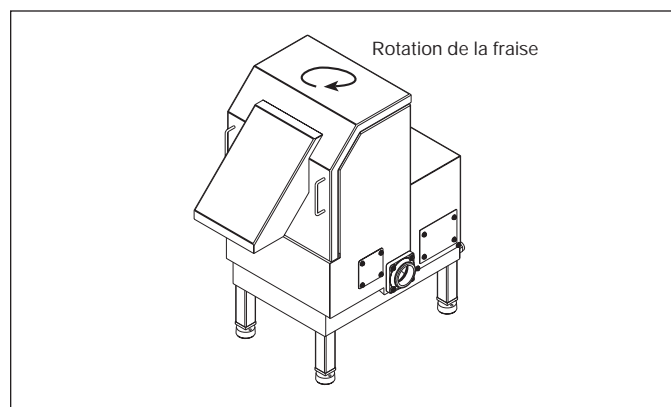

Figure 21.
7. Observez la rotation de la fraise en regardant dans la goulotte de déchargement; la fraise devrait tourner dans le sens horaire (en la regardant de haut). Voir la figure 21.